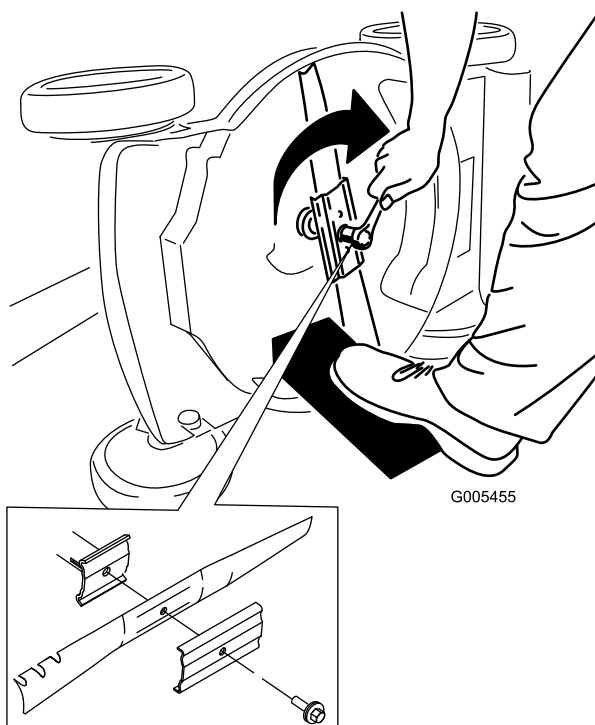

Figura 31
5. Instale la cuchilla nueva y todos los herrajes de montaje (Figura 31).